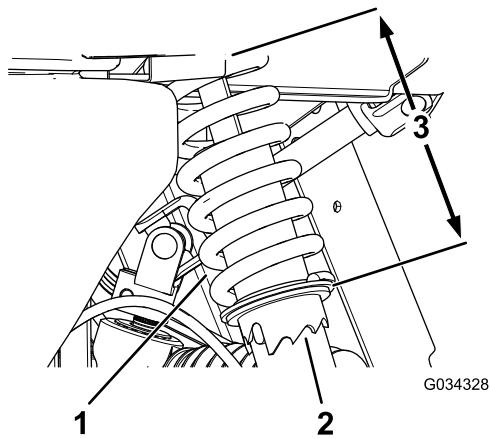

図 53
1. 特殊工具 TORO Tool No. 6010 を使って、ショックアブソーバのカラーを回転させてスプリングの長さを変更する 図 53。